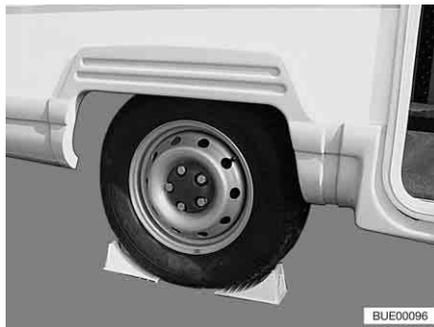

Bild 278 Fahrzeug sichern
- Unterlegkeile oder ähnliche geeignete Gegenstände am gegenüberliegenden Rad unterlegen, um das Fahrzeug zu sichern (Bild 278).